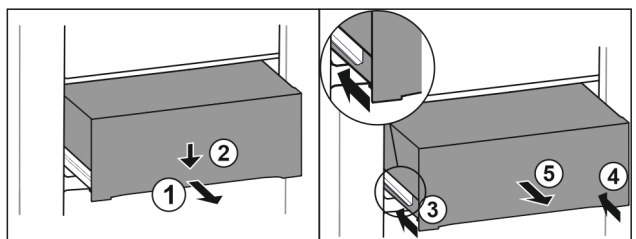

Fig. 72
- ▶ Træk skuffen halvt ud. Fig. 72 (1)
- ▶ Tryk skuffen ned på forsiden. Fig. 72 (2)
- ▶ Skub venstre skinne ca. 2 cm ind. Fig. 72 (3)
- ▶ Skub højre skinne ca. 2 cm ind. Fig. 72 (4)
- ▶ Tag skuffen ud fremefter. Fig. 72 (5)